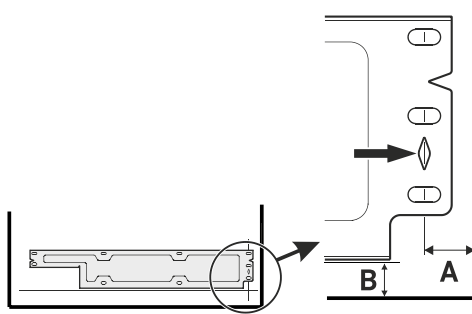

Fig. 33
- Unterer Befestigungswinkel zu Linien Fig. 33 (A) und Fig. 33 (B) ausrichten. Mit mindestens sechs Schrauben 4x16 montieren.